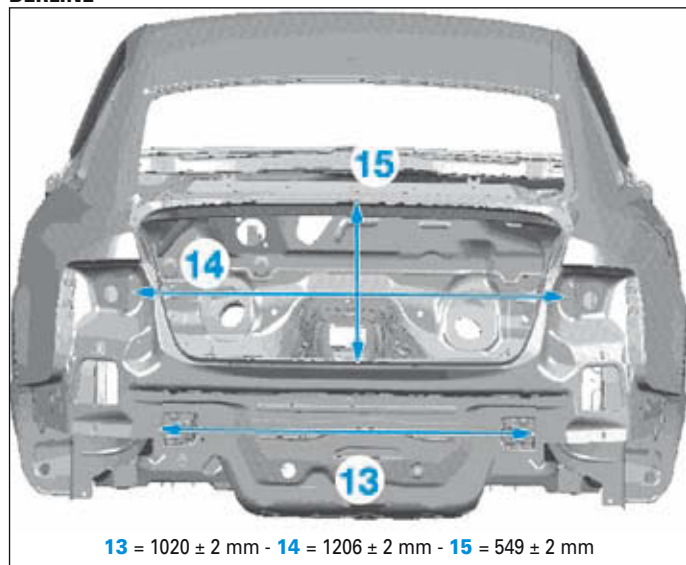
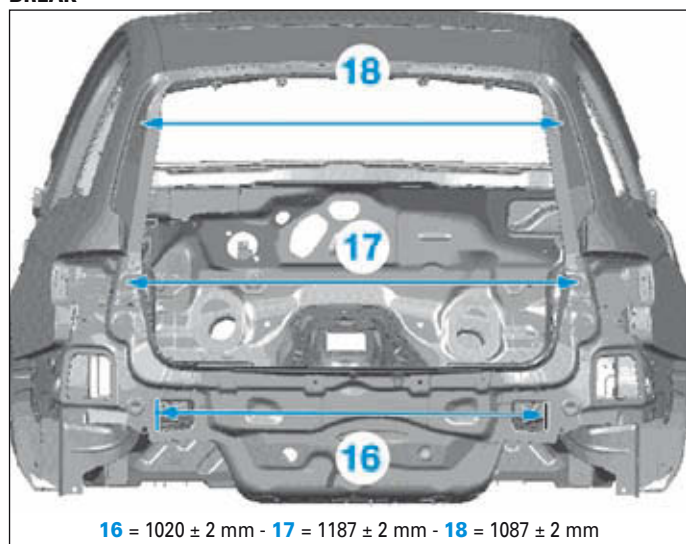

FIG.7
FIG.8
- Pour le verrouillage des pièces 5-6-14-15 dans les tours MZ correspondantes voir (Fig.7) et (Fig.8).